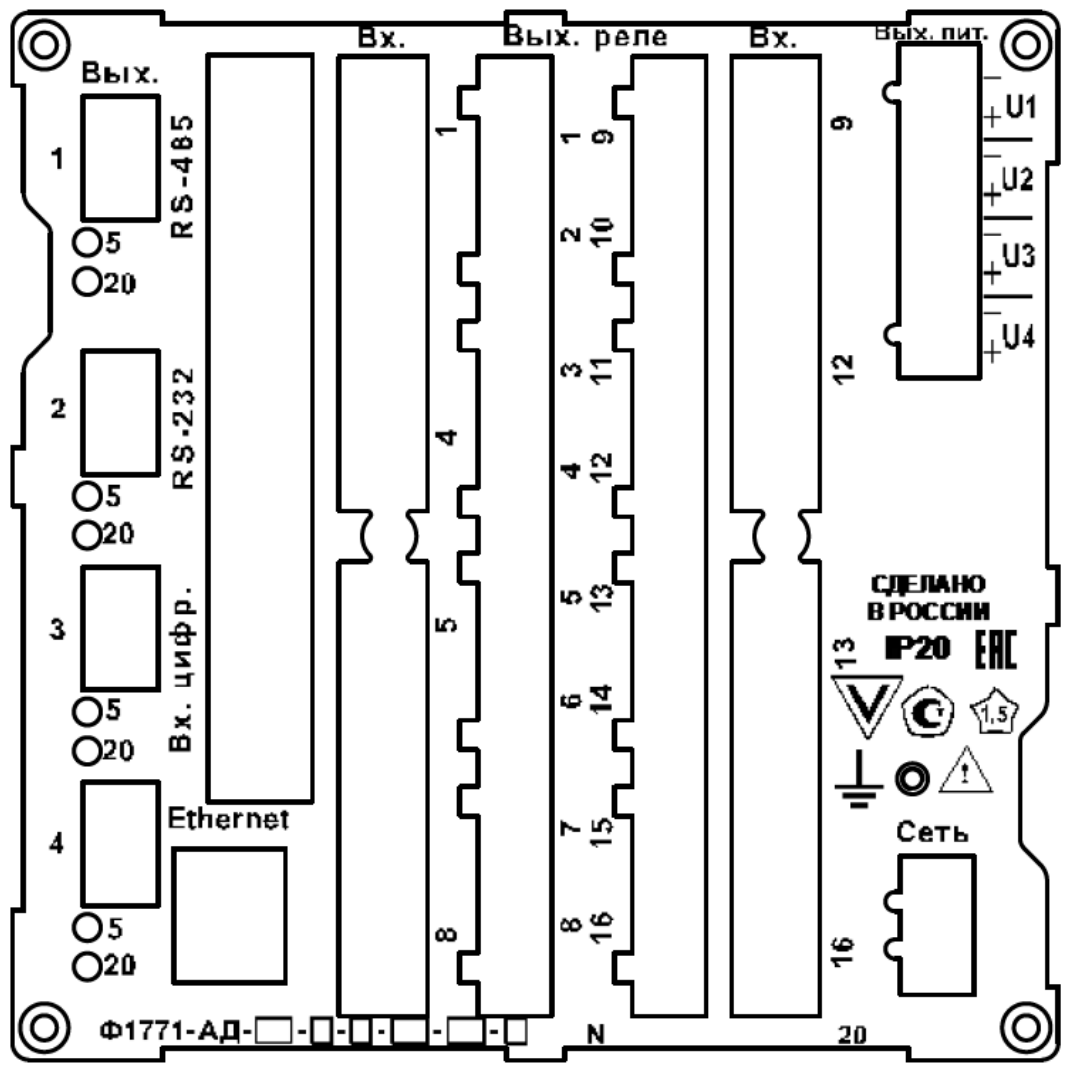

Рисунок 58 – Задняя панель прибора
6.4 Все электрические подключения производятся на задней панели прибора см. рисунок 58.